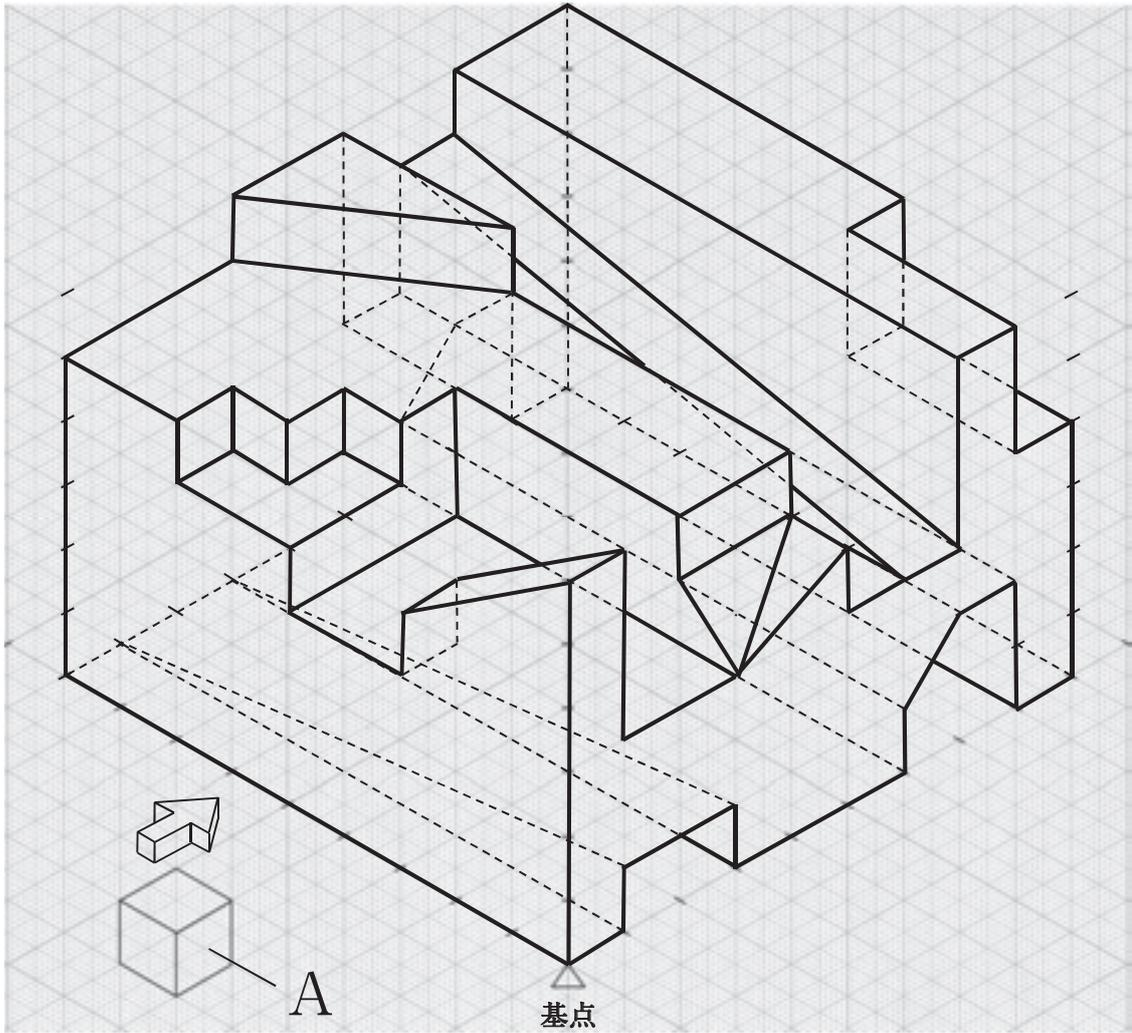

図1
- 1 図1に示す物体の立体図について、定規を用いて第三角法によって正投影図（三面図）でかけ。ただし、矢印の向きに見た図を正面図とし、図中のAで示す立方体の一辺を投影図の1目盛りとする。また、隠れた部分は破線でかけ。